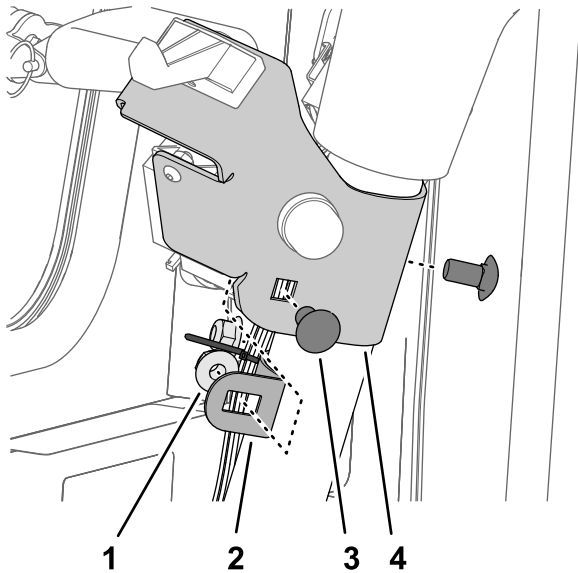

Figura 14
3. Posicione la abrazadera de montaje entre el arnés de cables del kit y la columna de dirección (Figura 14).
4. Monte provisionalmente la abrazadera de montaje y el soporte de la columna en la columna de dirección (Figura 14) con los 2 pernos de cuello cuadrado ($\frac{3}{8}$ " x $\frac{3}{4}$ " y las 2 contratuercas con arandela prensada ($\frac{3}{8}$ "